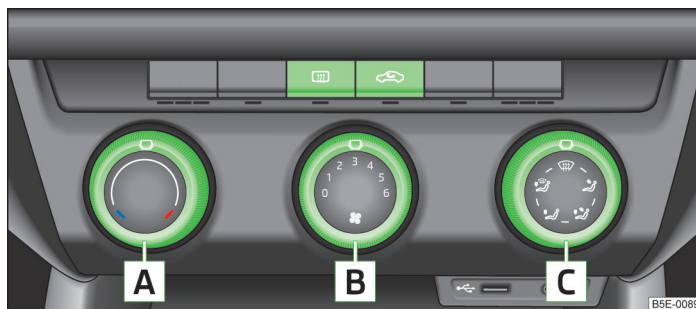

Fig. 107 Încălzirea: Elementele de comandă
**Funcțiile elementelor de operare individuale » fig. 107:**
Prin rotirea regulatorului distribuției de aer **C** » fig. 107 la pagina 102 în poziția , recircularea aerului se oprește automat. Prin apăsarea repetată a tastei simbol se poate reporni și în această poziție recircularea aerului.